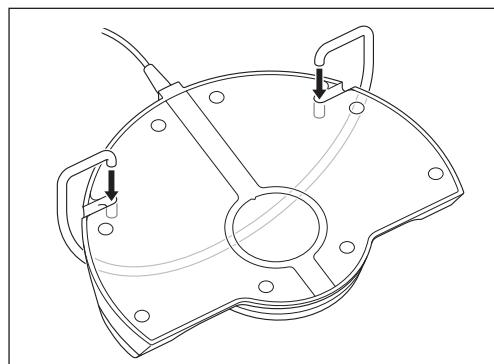

図4
- 1) フットコントロール裏面の穴に合わせてフットコントロールハンガーをまっすぐ挿し込みます（図4）。